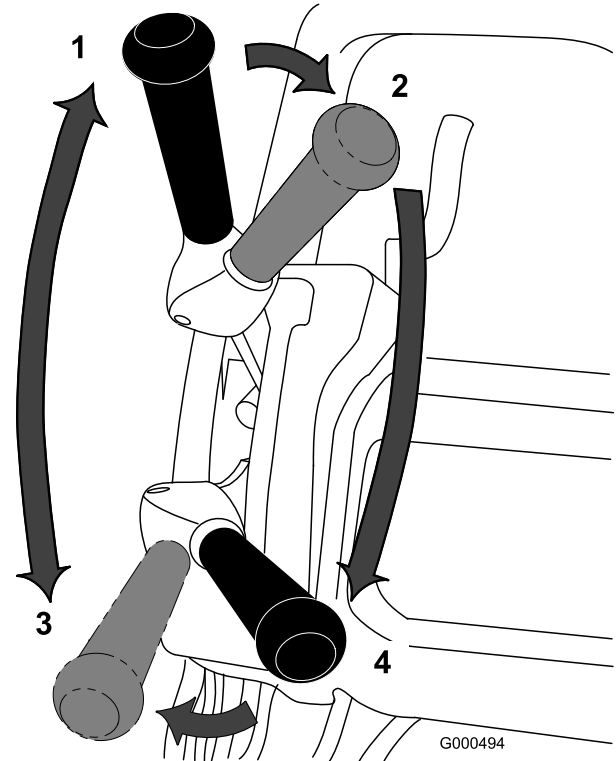

Bild 23
Geschwindigkeit, drücken Sie den Griff nach unten, um das Mähwerk anzuheben, schieben Sie den Fahrtriebshebel in die Stellung Aktiviert und transportieren Sie den Rasenmäher an eine Ecke der Rasenfläche (Bild 23).
2. Schieben Sie den Fahrtriebshebel auf die Stellung Deaktiviert“und kuppeln Sie den Spindeltriebshebel ein (Bild 23).
3. Schieben Sie den Fahrtriebshebel in die Stellung Aktiviert“, geben Sie soviel Gas, bis der Rasenmäher die gewünschte Geschwindigkeit erreicht hat. Fahren Sie den Rasenmäher auf die Rasenfläche, lassen Sie den Rasenmäher vorne ab und starten Sie mit dem Mähen (Bild 23).